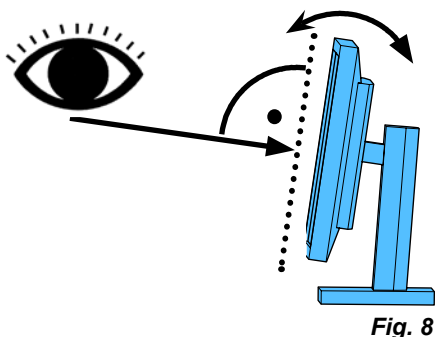

Fig. 8
- ⇒ Aligner l'écran (pivotement, rotation sur le pied) de sorte que l'axe visuel soit perpendiculaire à l'écran dans tous les plans (Fig. 8 / 9).